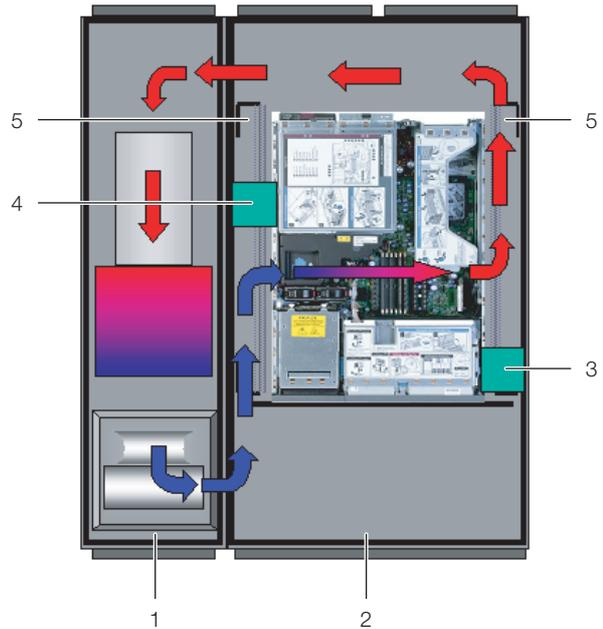

Abb. 23: Anordnung der Schaumstoffstreifen bei seitlich durchströmten Geräten (Draufsicht) – LCP Rack
- Sind im Serverschrank mehrere seitlich durchströmte Geräte eingebaut, schneiden Sie entsprechend mehrere Stücke aus dem Schaumstoffstreifen heraus, so dass sich schließlich auf der Höhe jedes seitlich durchströmten Geräts links oder rechts am Serverrack eine Aussparung im Schaumstoffstreifen befindet. Achten Sie darauf, dass sich auf der Warmluftseite der Geräte keine Aussparungen befinden (Abb. 23, Pos. 3).
- Befestigen Sie diese Schaumstoffstreifen nach hinten versetzt auf der Kaltluftseite der Geräte (Abb. 23, Pos. 4). Achten Sie darauf, die Streifen so anzubringen, dass alle in den Geräten verbauten Lüfter Kaltluft ansaugen können bzw. dass keiner der Lüfter verschlossen wird.
Die Schaumstoffstreifen können zwischen der vorderen und hinteren Stütze des Serverracks über die gesamte Tiefe an den seitlich durchströmten Geräten angebracht werden (Abb. 23, Pos. 5).